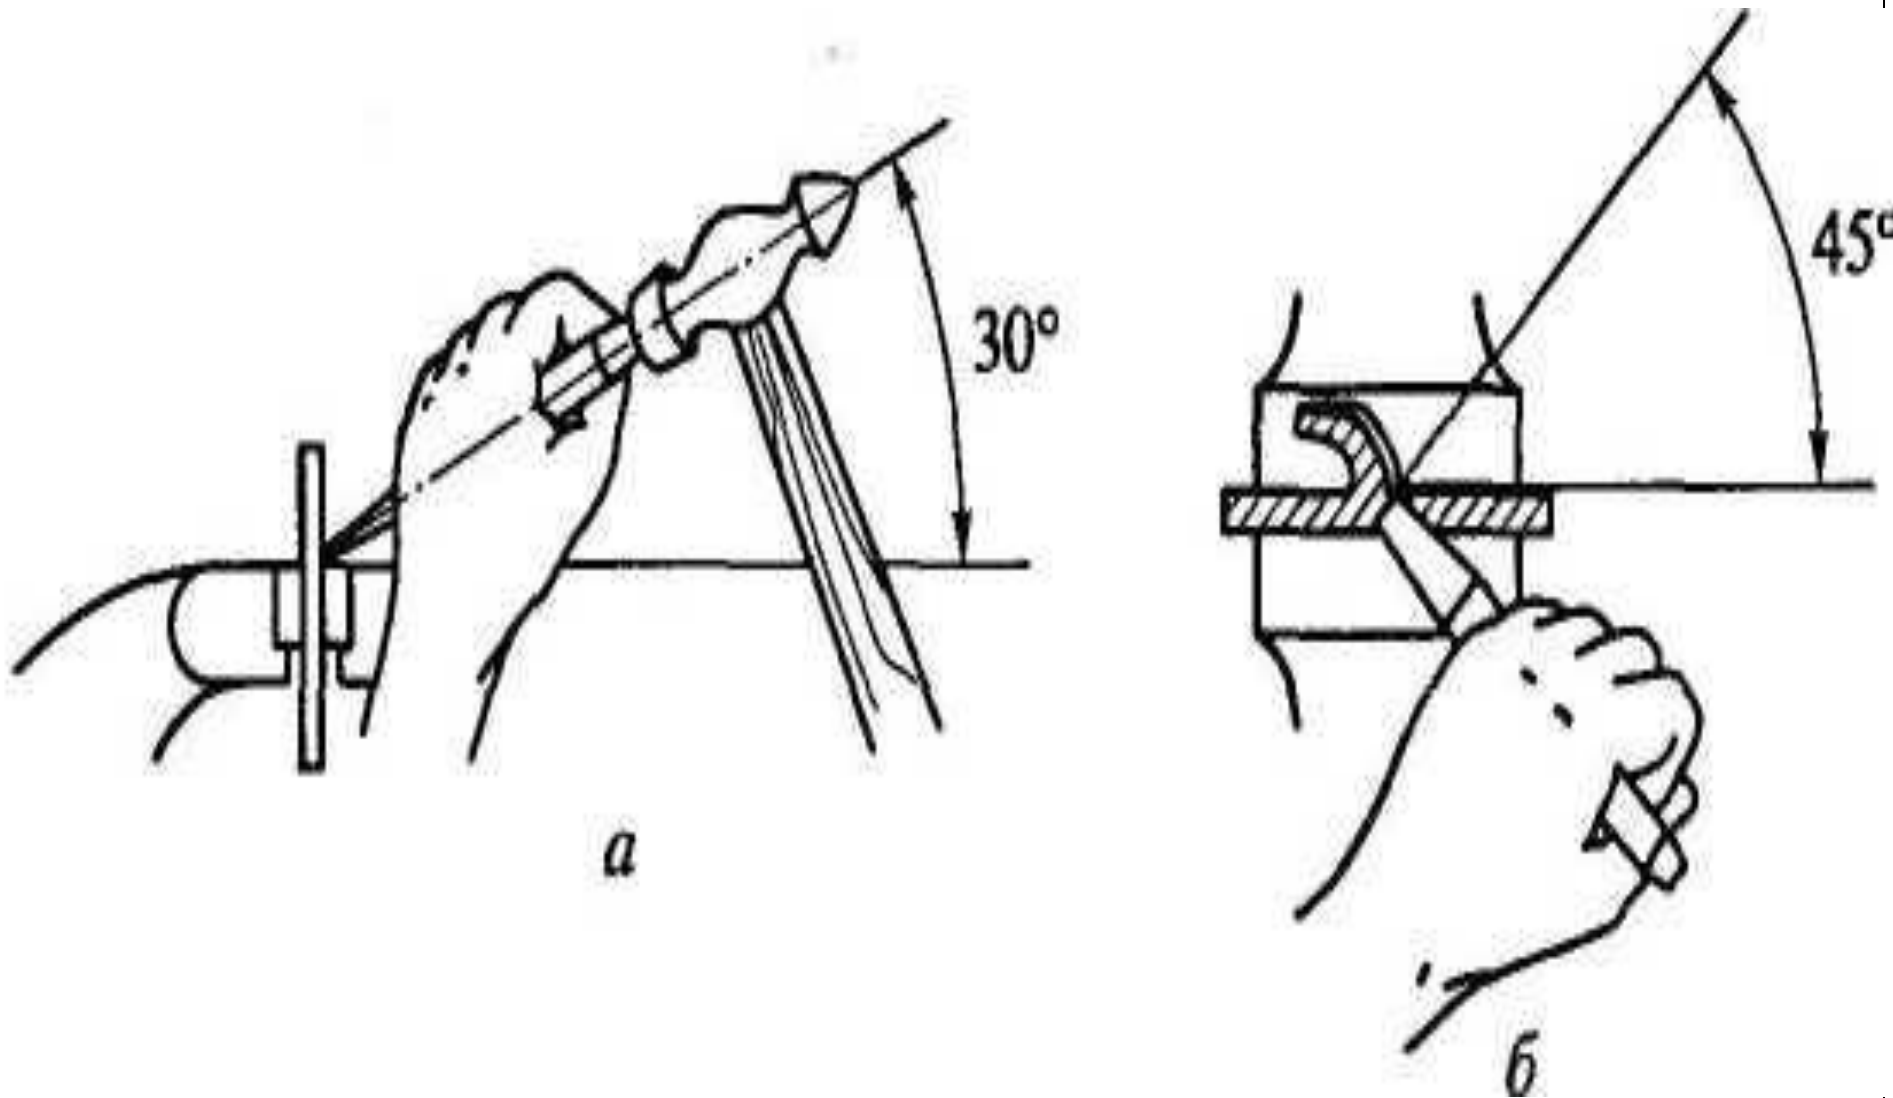

Рис. 4.1. Рубка по уровню тисков: а и б - угол наклона зубила соответственно в вертикальной и горизонтальной плоскости
- рубку по уровню тисков выполнять серединой режущей кромки инструмента, располагая его под углом 45° к заготовке (рис. 4.1, б).
Угол наклона зубила в зависимости от угла заострения рабочей части составляет от 30 до 35° (рис. 4.1, а).